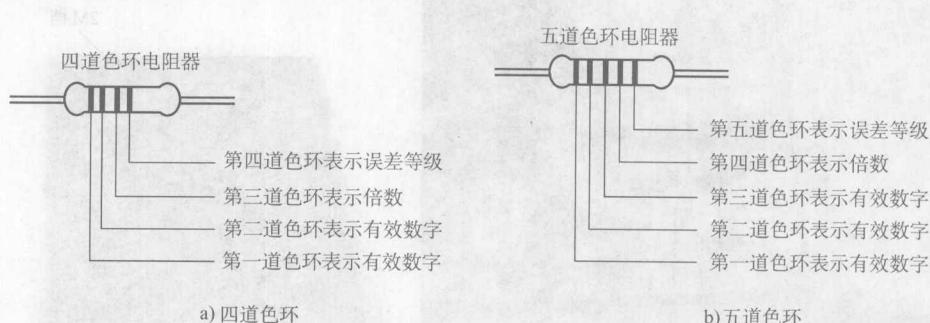

图 1-10 色环标法
② 色环标法。电阻器阻值的大小通过色环来表示。一般有 4 道色环和 5 道色环, 具体如图 1-10 所示。色环一般采用棕、红、橙、黄、绿、蓝、紫、灰、白、黑、金、银色来表示, 各种颜色的含义, 如表 1-4 所示。